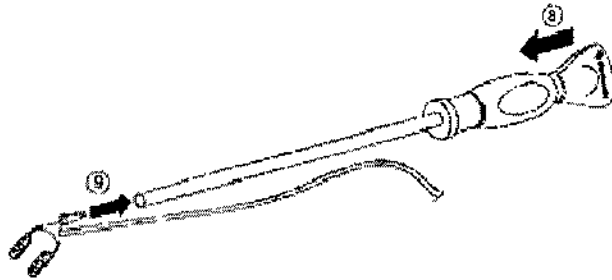

Figura 3
8. Presione el mando hacia delante y manténgalo (Figura 3).